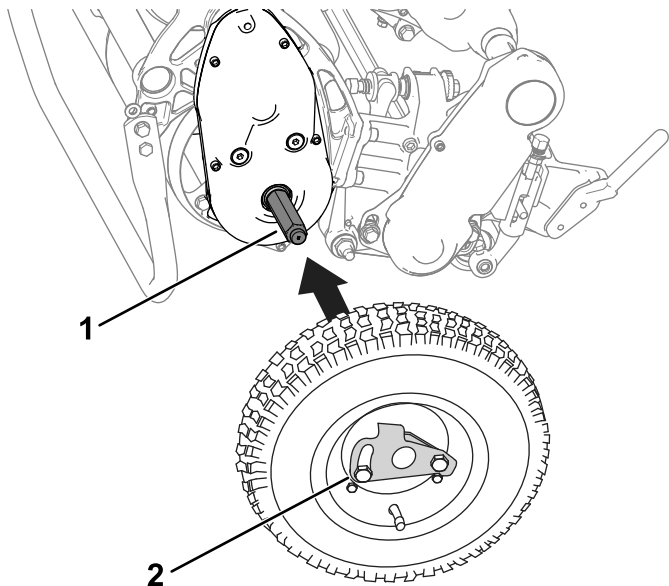

Figura 30
2. Glisai o roată pe o osie (Figura 30).
3. Pivotați clemă de blocare roată în afara (Figura 30) centrului roii, lăsând-o să gliseze pe osie.